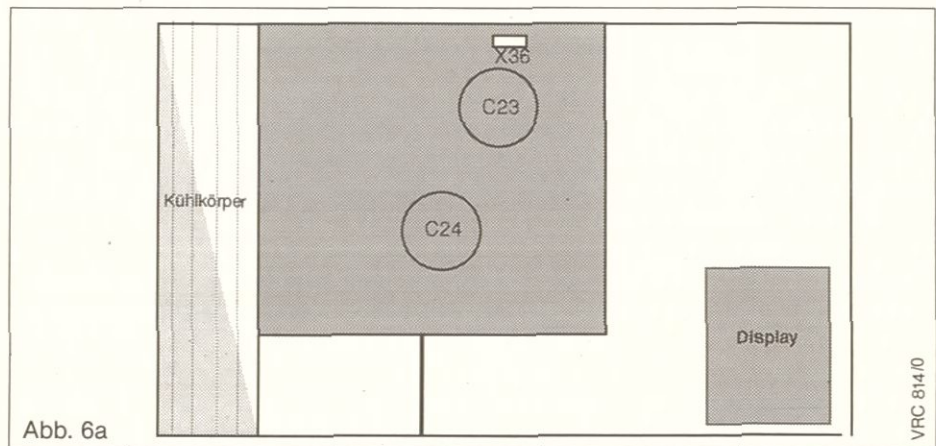

Abb. 6a
- Abdeckung (4a) aufsetzen und mit den Schrauben (4) festschrauben.
- Leitung (10) mit Stecker (12) auf dem lt. nebenstehender Abbildung gekennzeichneten Stecksocket **VRC** des Schaltkastens einstecken.
- Bei *ecoTEC* und *turboTEC* Stecker (12) auf den mit **X36** gekennzeichneten Steckplatz aufstecken (siehe Abb. 6a, Seite 6).
- Leitung (7) mit Stecker (6) im Anschlußkasten des Thermoblock und mit Stecker (8) auf dem Stecksocket des Centralgerätes einstecken. Die Leitungsführung ist entsprechend nebenstehender Abbildung vorzunehmen.
- Anschlußkastenabdeckung (2) aufsetzen und mit Schraube (1) festschrauben.
- Rücklauffühler (13) an den freien Lüsterklemmen der Leitung (7) anschließen.